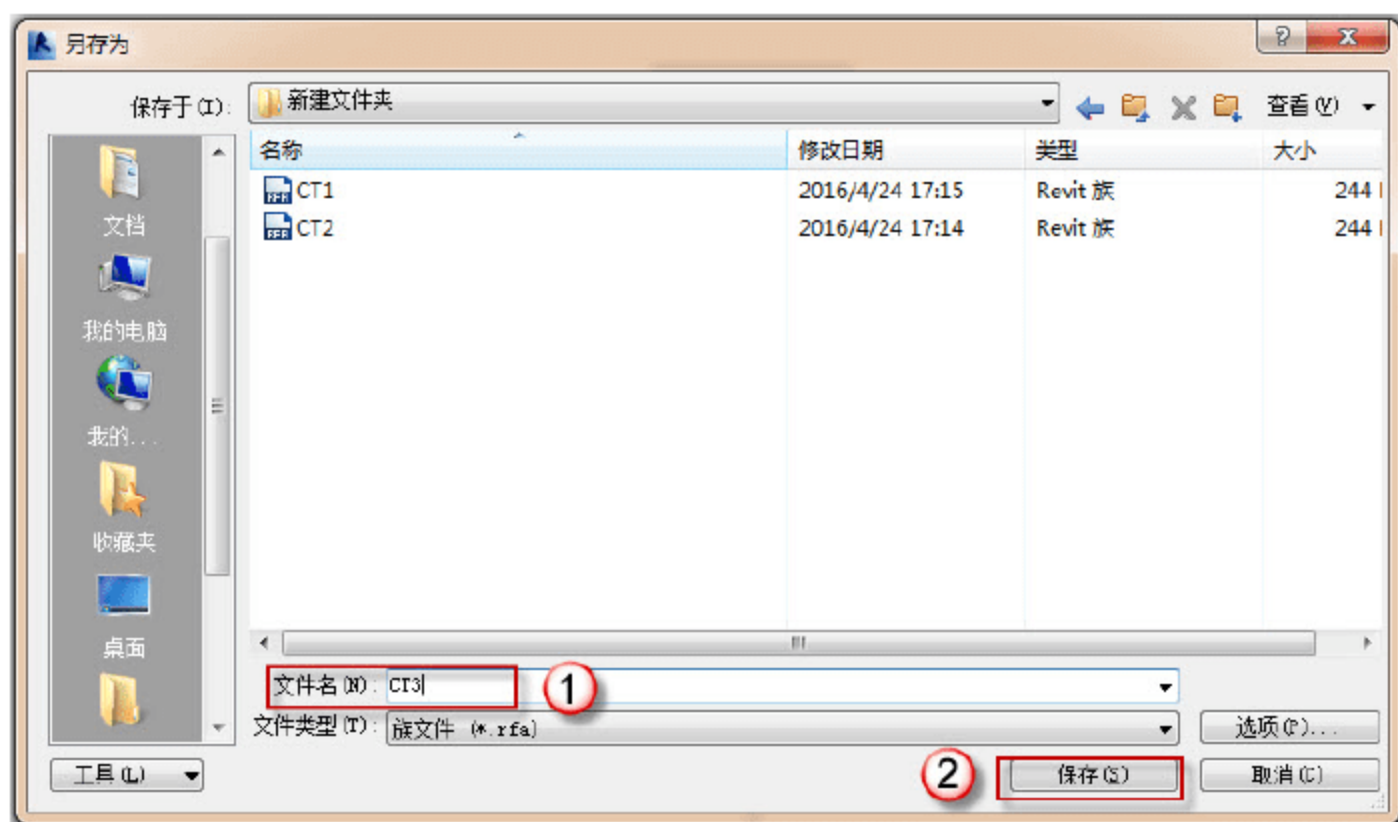

图 2.1.38 另存为“CT3” RFA 文件
(11) 另存为族。选择“应用程序”→“另存为”→“族”命令，在弹出的“另存为”对话框中，将已经调整好的承台标头文件另存为“CT3” RFA 族文件，如图 2.1.38 所示。